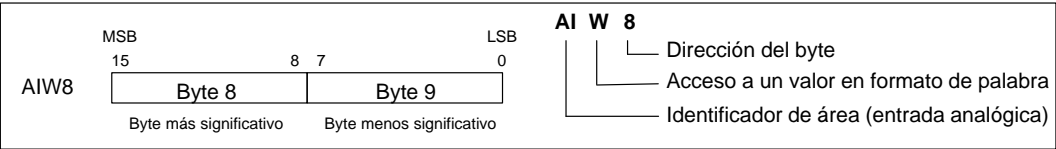

Figura 7-5      Acceso a una entrada analógica
La CPU S7-200 convierte valores reales analógicos (p.ej. temperatura, tensión, etc). en valores digitales en formato de palabra (de 16 bits). A estos valores se accede con un identificador de área (AI), seguido del tamaño de los datos (W) y de la dirección del byte inicial. Puesto que las entradas analógicas son palabras que comienzan siempre en bytes pares (p.ej. 0, 2, 4, etc)., es preciso utilizar direcciones con bytes pares (p.ej. AIW0, AIW2, AIW4, etc). para acceder a las mismas, como muestra la figura 7-5. Las entradas analógicas son valores de sólo lectura.